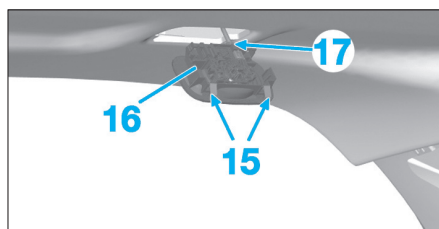

Fig. 70
- À l'aide d'un tournevis plat et fin, dégrafer les ressorts de maintien (15) (Fig.70).
- Extraire l'éclaireur (16) et débranchant le connecteur (17).